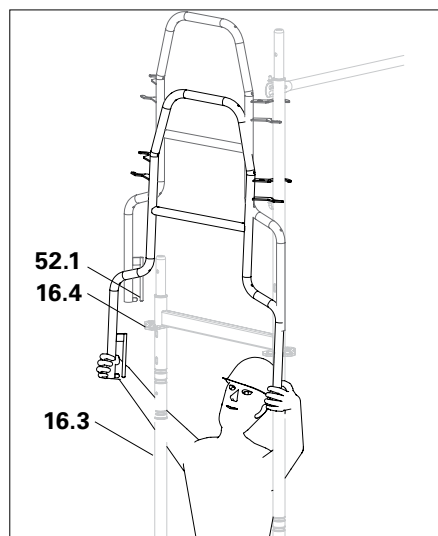

Abb. A3.16
5. Vorlaufendes Stirngeländer anheben bis die Absteckpins (52.1) von oben in die  $\frac{3}{4}$ -Rosetten (16.4) eingeführt werden können. (Abb. A3.16)